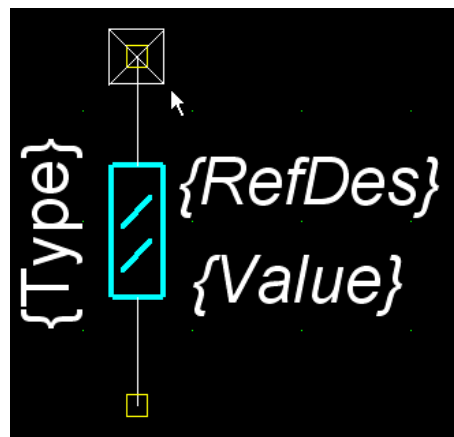

Рисунок 2.21 – Точка привязки
20. В заключение необходимо поместить точку привязки. Активизируйте в меню команду Place|Ref Point (Разместить|Точка привязки) или . Щелкните левой кнопкой мыши по окончанию верхнего вывода. Здесь появится большой квадрат – точка привязки (Рис. 2.21).